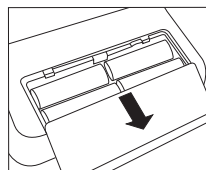

Fig. 1
- Ouvrez le couvercle du compartiment à piles situé sous l'appareil (voir la fig. 1). Insérez les piles (cf. Chapitre 13 Caractéristiques techniques). Veillez à faire correspondre les polarités « + » et « - ». Refermez le couvercle du compartiment à piles.  ou  clignote sur l'écran. Réglez désormais tel que décrit ci-dessous la date et l'heure.